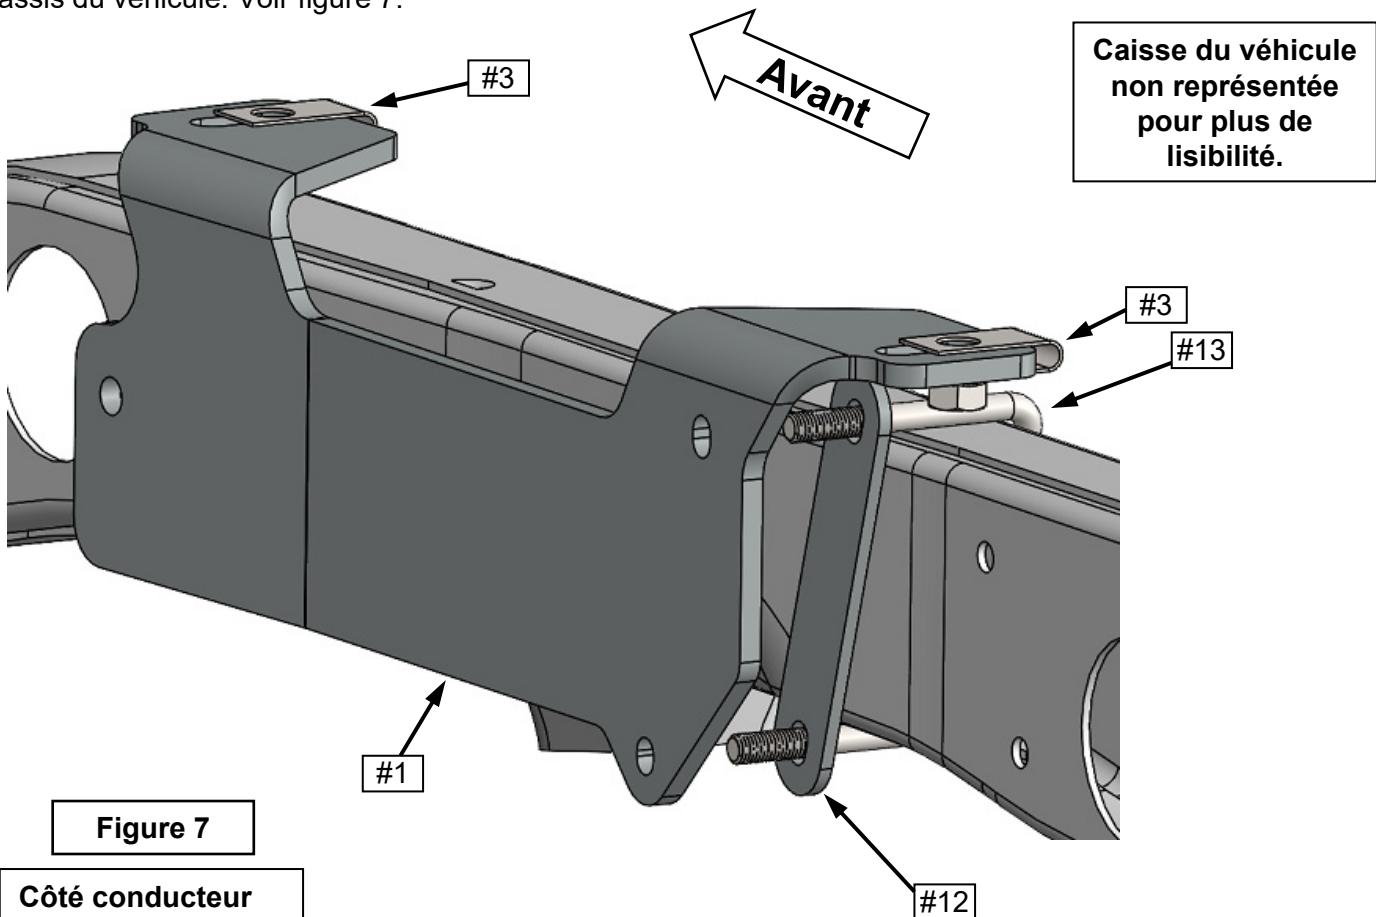

Figure 7
14. Install u-bolt (#13) on inside of truck frame; facing outward. See Figure 7.
15. Slide spacer plate (#12) over u-bolt (#13) and between the driver side bracket (#1) and the truck frame. See Figure 7.
13. Positionnez le support côté conducteur (#1) contre la surface extérieure du châssis du véhicule, les pattes de fixation étant positionnées au-dessus du châssis et sous la caisse, en alignement avec les trous précédemment percés dans la caisse du véhicule. Voir figure 7.
14. Installez le boulon en U (#13) à l'intérieur du châssis du véhicule, vers l'extérieur. Voir figure 7.
15. Faites glisser la plaque d'écartement (#12) sur le boulon en U (#13), entre le support côté conducteur (n° 1) et le châssis du véhicule. Voir figure 7.